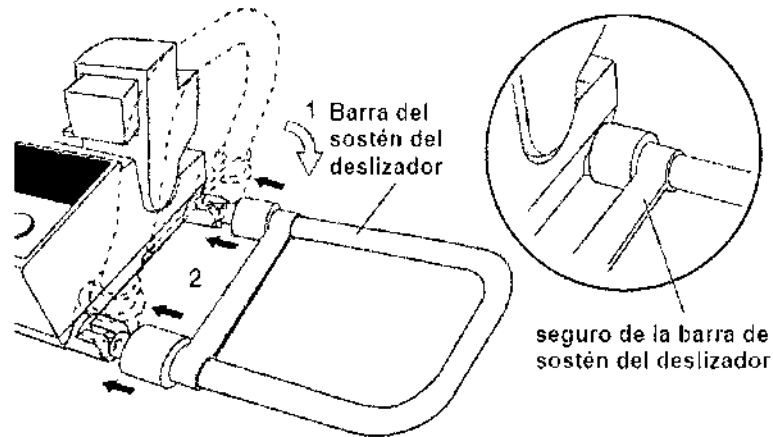

Figura 6: Apertura de la barra de sostén del deslizador.
1. Abrir la "barra de sostén del deslizador" y presionar en el "seguro de la barra de sostén del deslizador" (Figura 6)